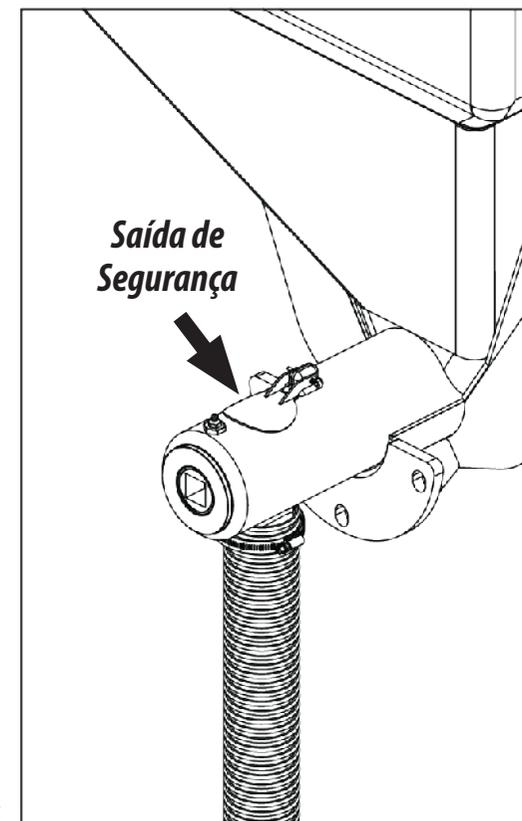

Figura 14
- 2- O sistema individual de distribuição de alta vazão possui uma saída de segurança, pois se a mangueira estiver entupida, quando o adubo entrar no dosador, este começará a vazar por esta saída de segurança, garantindo o funcionamento do sistema sem danificá-lo, **conforme mostra a figura 14.**